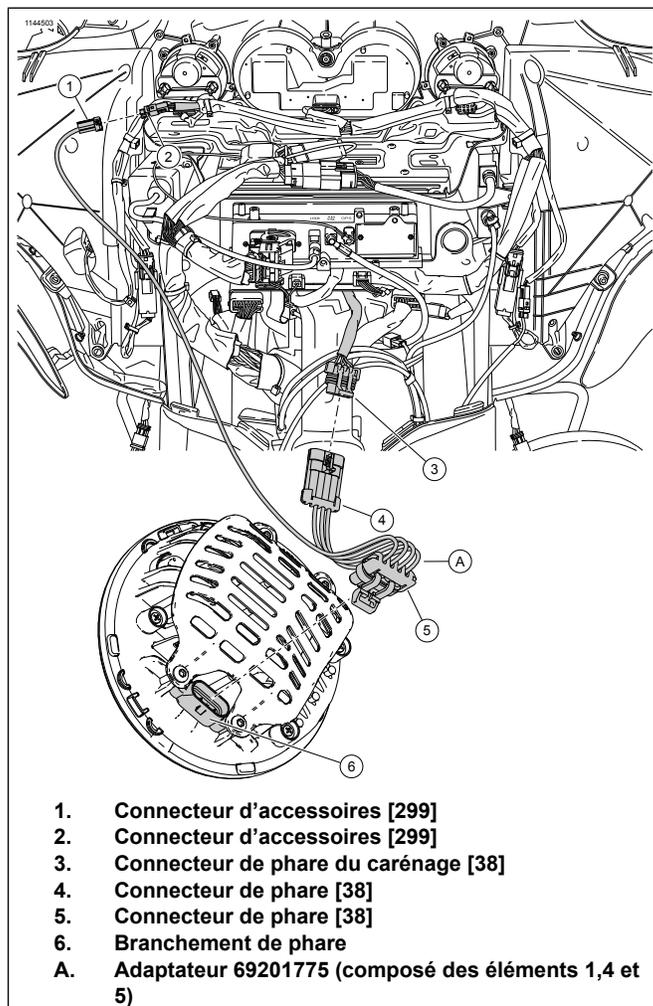

Figure 4. Connecteurs accessoires - Touring
Voir la Figure 4. Le faisceau 69201775 fournit une connexion optionnelle à connecteur accessoire du véhicule (2) qui active automatiquement le feu de position en mode accessoire. Le fait de ne pas connecter le faisceau 69201775 aux accessoires du véhicule fera en sorte que le feu de position demeure éteint en mode accessoire. Les raccords à 4 voies (4 et 5) du faisceau 69201775 doivent être utilisés lorsque celui-ci est nécessaire. Le feu de route et de croisement du phare fonctionnent peu importe le branchement aux accessoires.
Touring 2014 et ultérieurs : Consultez Figure 4 . Si d'autres accessoires sont branchés au connecteur d'accessoire (2), il est possible que l'adaptateur 69200921 soit nécessaire pour la réalisation des étapes d'installation optionnelles.
1. Voir la Figure 4. Si le carénage extérieur a été retiré, réalisez les étapes 1a et 1b. Sinon, passez à l'étape 2. Localisez le connecteur accessoire du véhicule (2).
- a. Branchez le connecteur accessoire à 2 voies (1) du faisceau 69201775 au connecteur accessoire du véhicule (2).
2. Si l'étape de retrait optionnelle n'a pas été réalisée, coupez le ruban isolant et fixez le connecteur accessoire (1) du câble de faisceau 69201775. Veillez à ce que le mouvement du faisceau et des autres pièces situées à l'arrière du phare ne soient pas gênés par la plage de mouvement complète du guidon à gauche et à droite.
3. Branchez les connecteurs du phare (4 et 5) au faisceau 69201775 entre le connecteur de phare (3) et le branchement du phare (6).